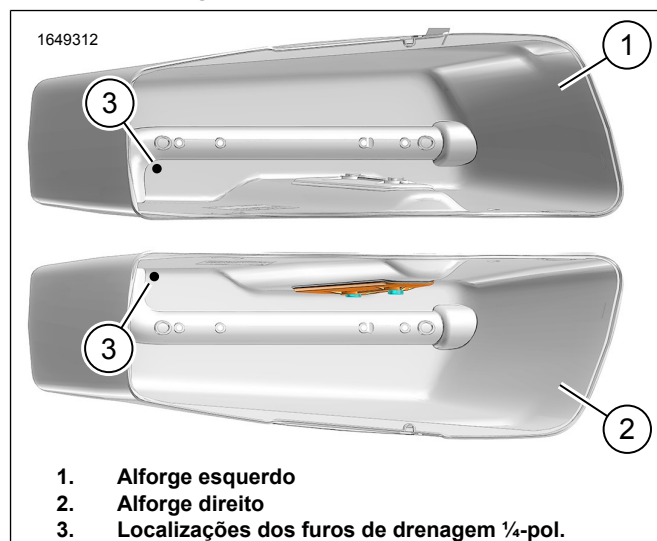

Figura 10. Colocação dos Furos de Drenagem
- d. Ver a Figura 10. **Furos de drenagem:** Fazer dois orifícios de drenagem de 1/4 de polegada (3) no local aproximado.